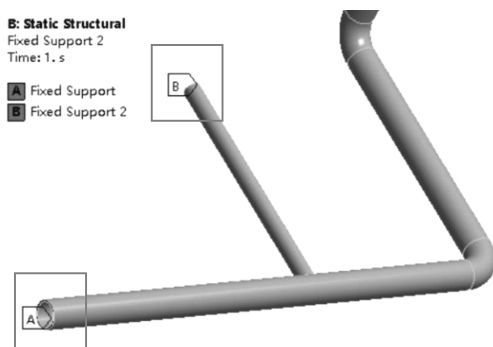

图 11-155 施加固定约束
(3) 右键单击【Imported Pressure】→【Import Load】。
(4) 施加约束：在标准工具栏中单击, 然后分别选择入口端面 and 细管出口端面, 然后在环境工具栏中单击【Supports】→【Fixed Support】, 如图 11-155 所示。